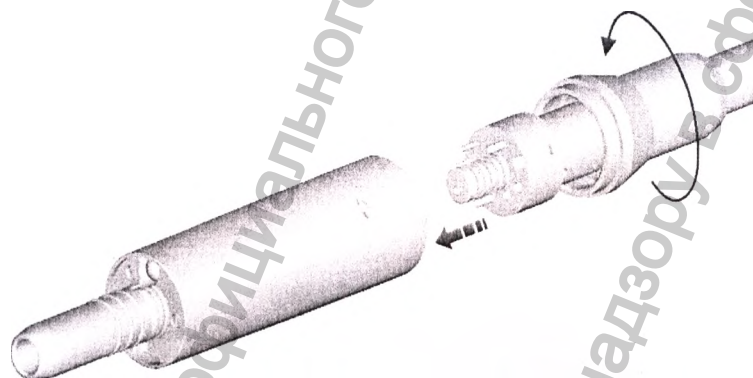

Рис. 6
- коннектор шланга вставьте в коннектор микромотора (рис. 6), обратите внимание на правильное положение контактов, чтобы их не повредить. Накидную гайку затяните;